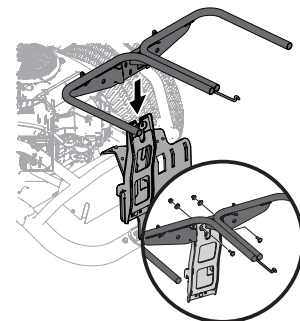

Figura 8
1. Instale y asegure el ensamblaje del colgador (683-04461C) en el soporte vertical usando dos pernos de carro (710-0276), dos arandelas de copa (736-0242) y dos tuercas de bloqueo de brida (712-04063) del paquete de herrajes 689-01419. Consulte la Figura 8.